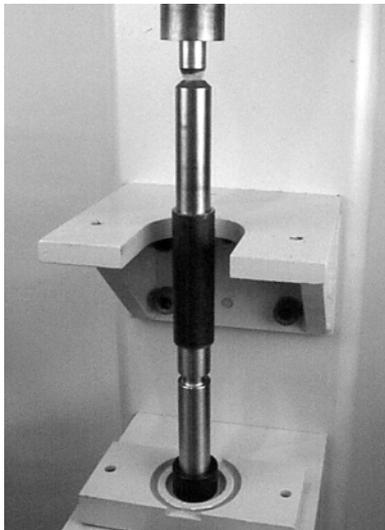

Abbildung 41
- Mit einer Dornpresse oder einem ähnlichen Gerät das Lager auf die Antriebsrolle drücken (siehe Abbildung 41).